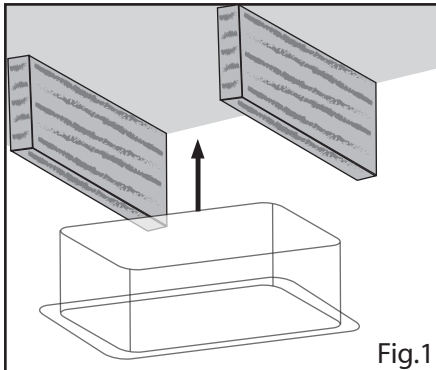

Fig.1
2. Placez le coupe vapeur à cet endroit et fixez les rebords de plastique en l'agrafant au bois environnant (solive/ sangle / poutrelle). (fig.1)